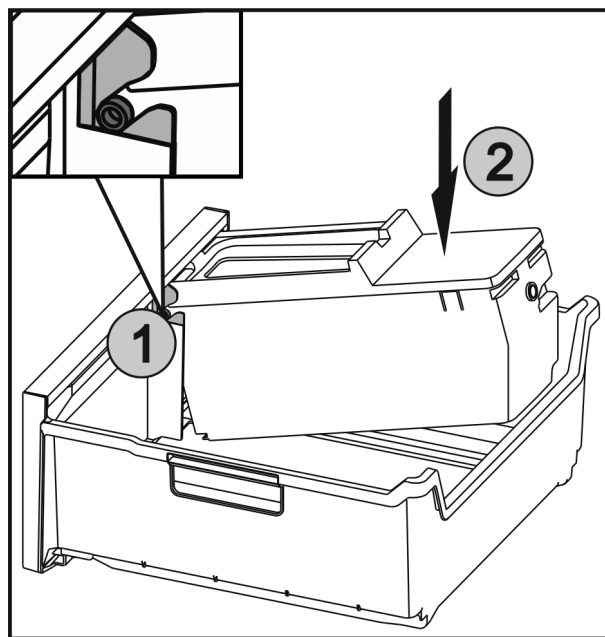

Fig. 51
- ▶ Zasuňte osy Fig. 51 (1) na EasyTwist-Ice do vedení a zatlačte zadní stranu Fig. 51 (2) tak, aby západka zaklapla.